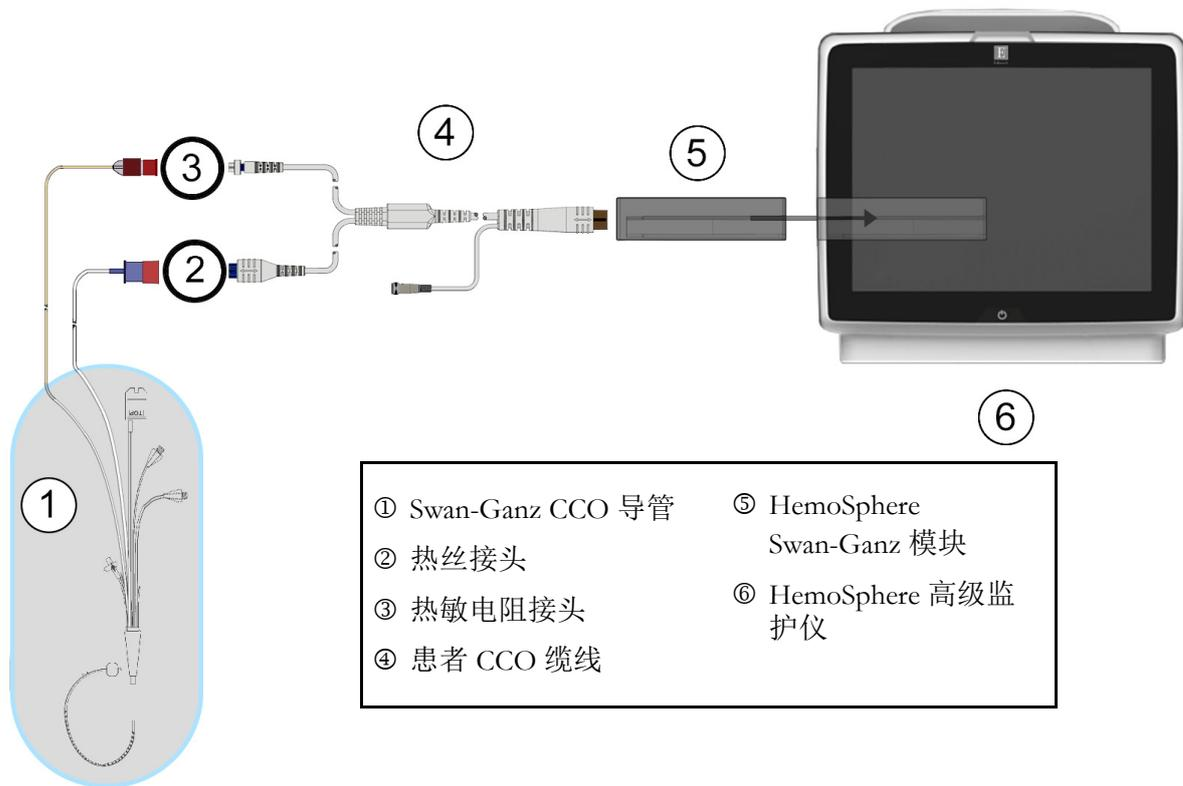

图 9-3 CO 连接概览
- 2 将患者缆线的导管端连接到 Swan-Ganz CCO 导管的热敏电阻和热丝接头上。在第 91 页图 9-3 中，这些接头以数字 ② 和 ③ 标出。